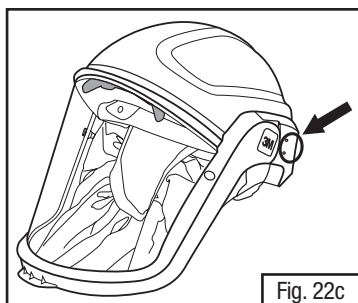

Fig. 22c
- Trouver les points de fixation des protecteurs d'oreilles à l'extérieur de la coquille de la pièce faciale (Fig. 22c et 22d). Remarque des encoches auxquelles on fixe les protecteurs d'oreilles sont visibles à l'extérieur de la coquille de la pièce faciale de série M-300. Sur les pièces faciales M-100 et M-200, les encoches peuvent ne pas être aussi visibles à l'extérieur de la coquille.